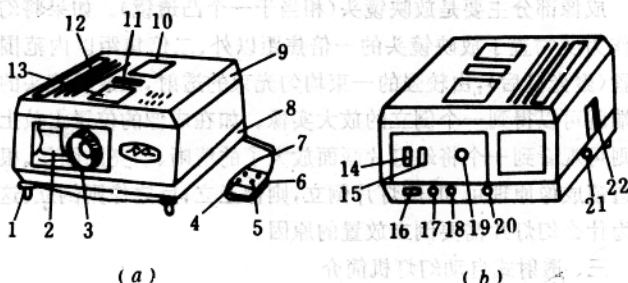

图 1.2 FH-50 型自动幻灯机
1. 参照图 1.2 或产品说明书, 熟悉 FH-50 型透射式自动幻灯机外型结构、操作键钮名称、功能以及机器的性能与特点
4. 接上电源插头,并打开幻灯机电源开关,空载试运转。① 检查风扇马达是否运转(若风扇与灯泡是由两个开关分别控制的,则先应按下风扇开关,使风扇马达先运转,然后再接通灯泡开关,关机时顺序相反)。如果风扇马达不运转或停转,则应立即关机,待排除故障后方可使用。② 按动换片钮,检查推挽杆进退是否正常。③ 按动电动调焦钮,检查电动调焦机构是否正常。④ 检查完毕后,关断电源开关。
5. 拔出电源插头,依次拿掉图 1.2 中所示灯箱盖、长盖板、镜头活动短盖,再卸下上盖,观察机器内部光学系统、驱动系统、调焦系统等。重点了解光路系统的结构,在教师的指导下,学习更换灯泡、保险管和调整光路的方法。
① 依次开启风扇和灯泡电源开关。
② 调整幻灯机升降脚的高低和幻灯机的方向角度,使光束垂直对准银幕。一般幻灯机的仰角不超过 10° 。
③ 放映镜头调焦。先用手旋转镜头筒进行粗调,再按动调焦按钮微调,直至画面清晰为止。
④ 选择换片控制方式。可以选择手动,也可以选择自动(时控)。
⑤ 用手动控制方式进行进退放幻灯片。在按动倒顺按键放映时,应注意进、退转换要在前一次换片的动作完成后再进行。